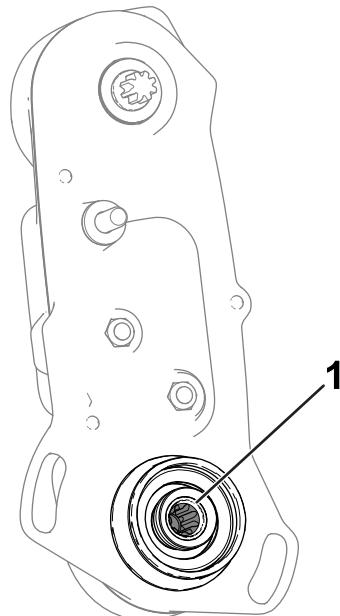

Рисунок 6
- Проверьте внутреннюю поверхность ведущего вала барабана (Рисунок 6) на наличие остатков смазки.